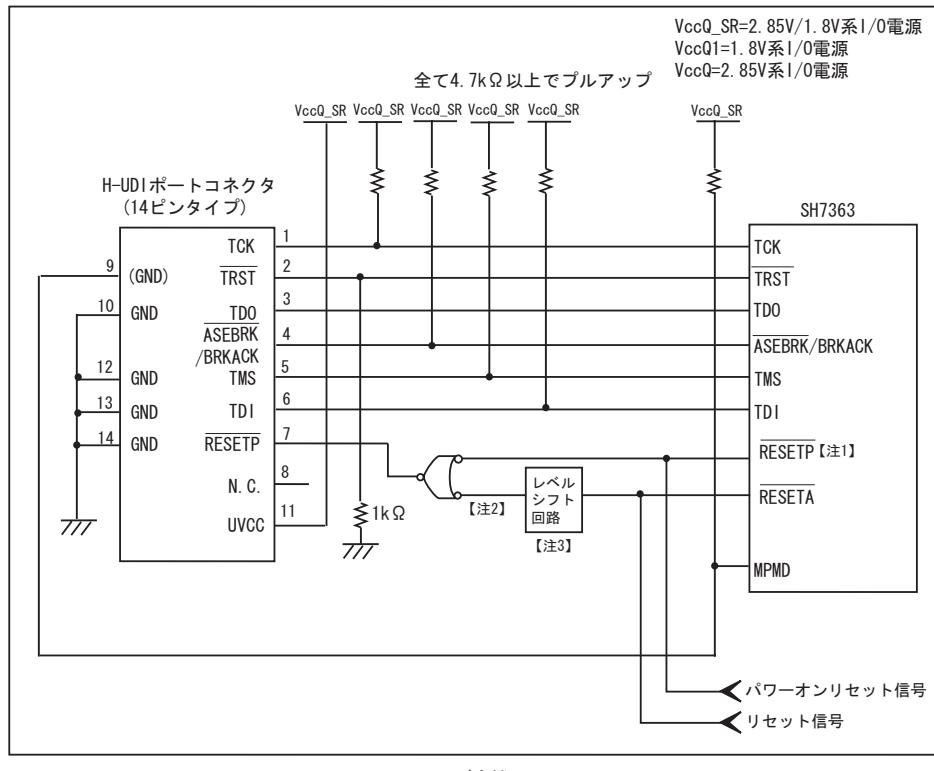

図 1.6 E10A-USB 使用時の H-UDI ポートコネクタ - チップ間の推奨接続例(14 ピンタイプ)
5. /RESETP および/RESETA は図 1.6 を参照し、必要に応じて接続してください。
E10A-USB エミュレータ使用時の H-UDI ポートコネクタ(14 ピンタイプ)とチップ間の推奨接続例を図 1.6 に示します。
7. 図 1.6 に記載されている抵抗値は、参考値です。
- 図 1.6 の回路を組んだ場合の E10A-USB エミュレータのスイッチ設定 : SW2=1, SW3=1